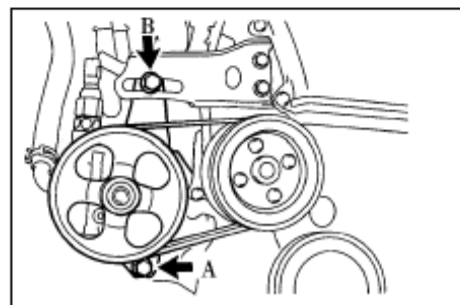

Рис. 29
- (1) Открутите гайку А.
- (2) Открутите болт В и снимите ремень.
3. Снимите ремень с водяного насоса. Открутите болты А и В и снимите ремень гидроусилителя рулевого управления (см. Рис. 29)
5. Отрегулируйте ремень насоса системы гидроусилителя рулевого управления (см. Рис. 29).